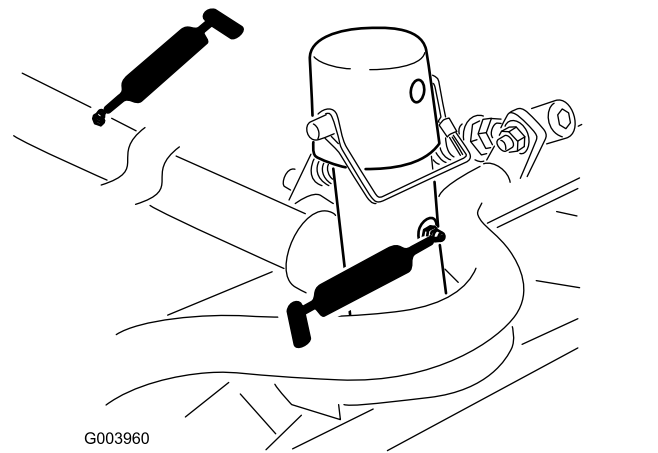

Figura 103
- Telaio portante e perno dell'apparato di taglio (2 cad.) (Figura 103)